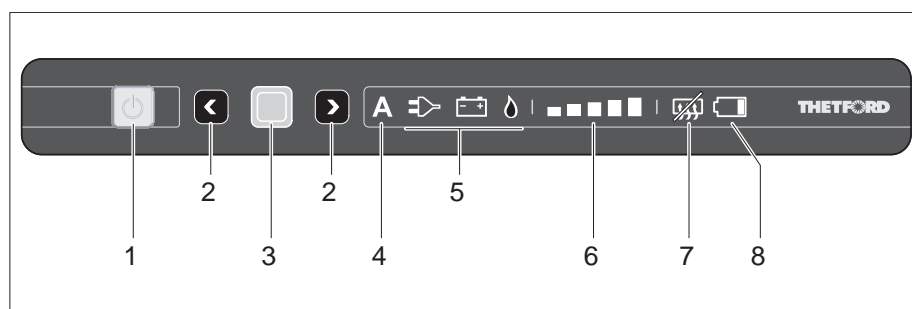

Fig. 228 Eléments de commande et d'affichage pour le réfrigérateur (Thetford sans SES)
- Appuyer sur la touche (Fig. 228,1).
- Enfoncer le bouton-poussoir (Fig. 228,1) et le maintenir enfoncé. Toutes les lampes s'éteignent.
Si le mode automatique est sélectionné, l'affichage de mode automatique (Fig. 228,4) et le meilleure source disponible (Fig. 228,5) s'allument au panneau de contrôle.
- Enfoncer la touche de confirmation (Fig. 228,3) et la maintenir enfoncée. Les symboles de modes de fonctionnement (Fig. 228,5) commencent à clignoter.
- Avec les touches de sélection (Fig. 228,2), sélectionner le régime au gaz et accepter la sélection avec la touche de confirmation (Fig. 228,3).
- Avec les touches de sélection (Fig. 228,2), sélectionner le régime 230 V et accepter la sélection avec la touche de confirmation (Fig. 228,3).
- Avec les touches de sélection (Fig. 228,2), sélectionner le régime 12 V et accepter la sélection avec la touche de confirmation (Fig. 228,3).
- Appuyer à nouveau sur la touche de confirmation (Fig. 228,3). L'affichage de niveau de refroidissement (Fig. 228,6) commence à clignoter.
- Avec les touches de sélection (Fig. 228,2), sélectionner le niveau de refroidissement désiré et accepter la sélection avec la touche de confirmation (Fig. 228,3).